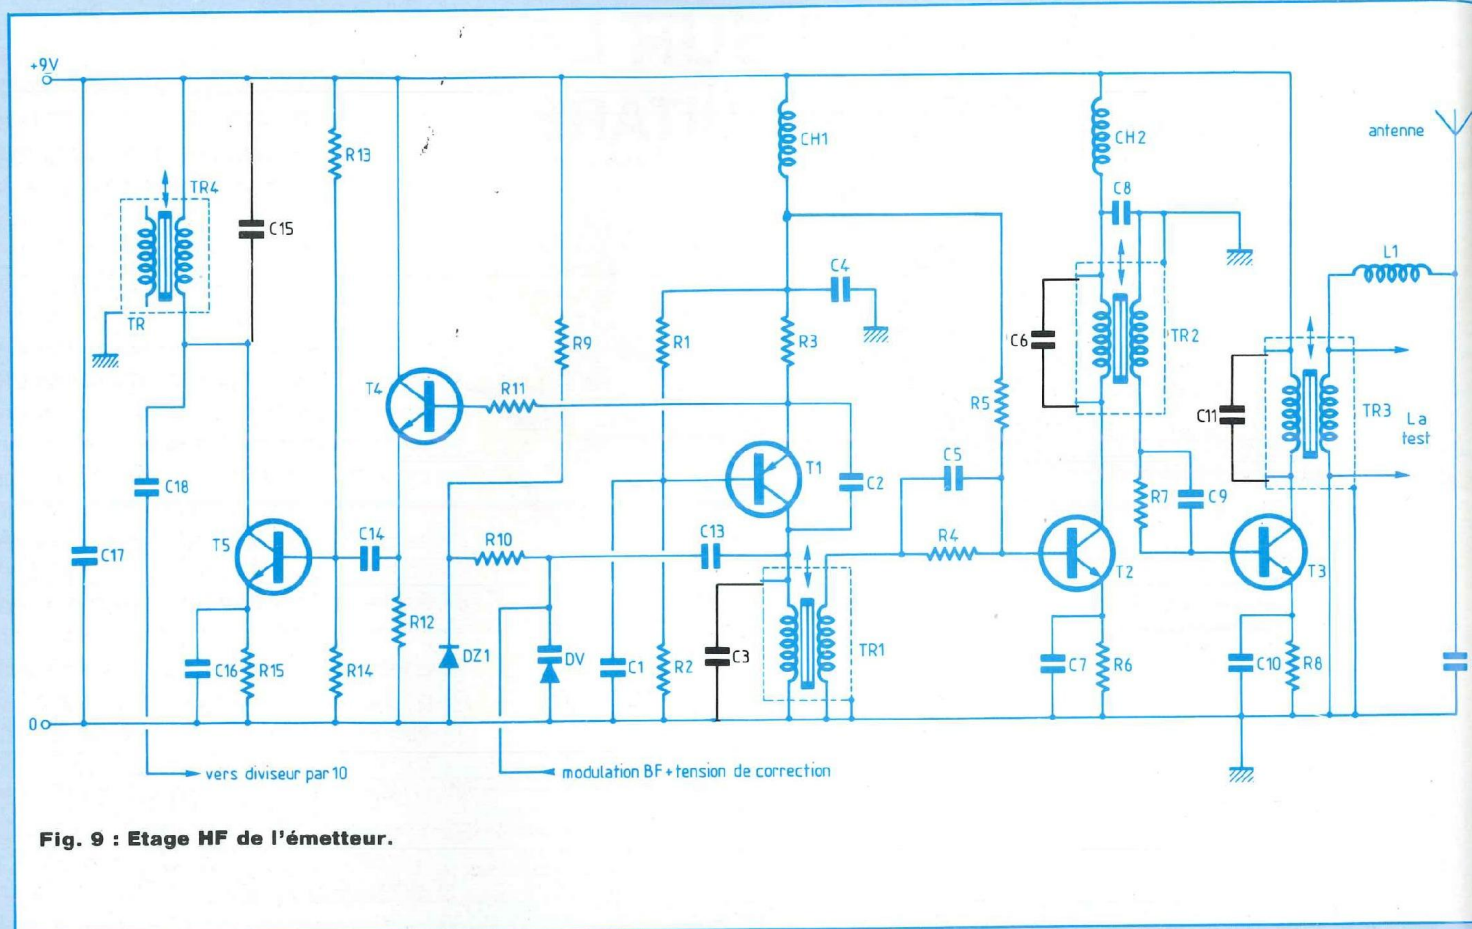

Fig. 9 : Etage HF de l'émetteur.
Le décalage de fréquence de l'oscillateur pilote, donc, finalement de la porteuse émise par l'antenne et de la fréquence de l'oscillateur libre T1 (N° 100, figure 9), implique un glissement proportionnel de l'accord des divers circuits résonants LC, tant à l'émission qu'à la réception. Rappelons que la fréquence d'accord est donnée par la relation :
- dans l'émetteur, sur les condensateurs C3, C6, C11 et C15 (N° 100, figure 9).
L'erreur est d'autant plus vicieuse que, vérification faite, elle ne perturbe en rien le fonctionnement du diviseur IC1. En effet, bien que sa broche 14 se trouve alors à  $\pm 5,6$  V, l'étage T5 (figure 9) délivre une amplitude largement suffisante pour franchir le seuil de basculement du diviseur rapide.